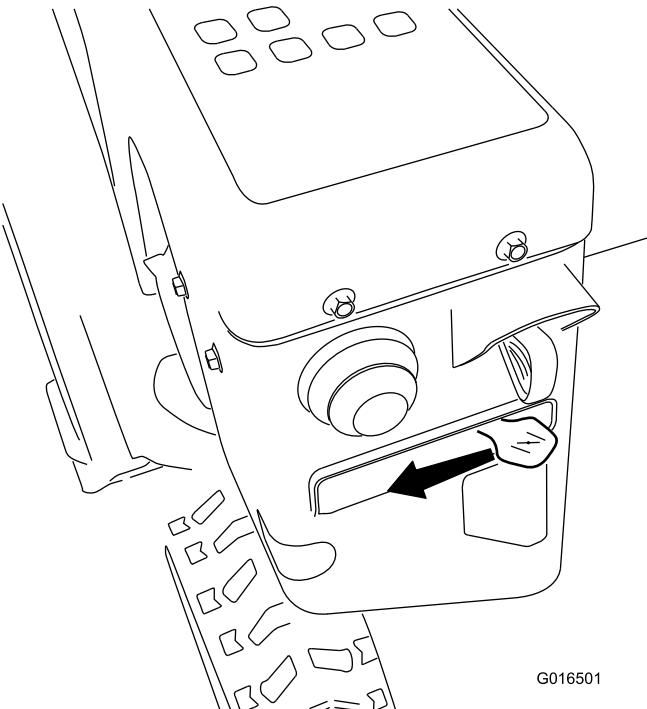

Figure 24
5. Réglez le starter à la position STARTER (Figure 24).